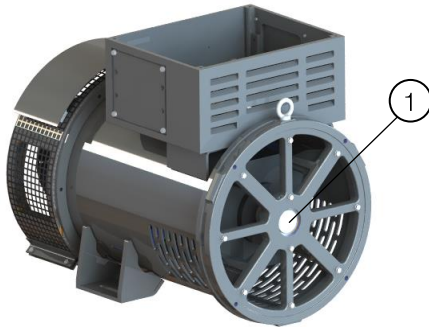

Figure 14.5 : Installation de la tige filetée
4. Du côté non accouplé, installer une tige filetée (M20) dans le trou central de l'arbre, afin de soutenir et maintenir le rotor suspendu au centre de son jeu radial, rendant ainsi possible le démontage du couvercle arrière du générateur. Figure 14.5 indique le point d'installation de la tige de support de l'arbre.
Légende - Figure 14.5 :